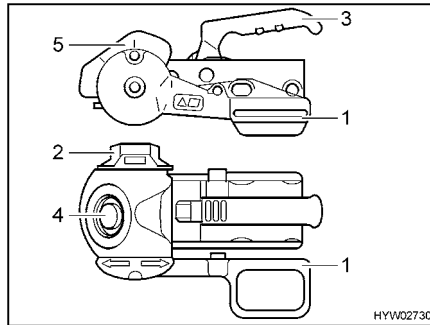

Fig. 3 Gancio di sicurezza AKS 1300
- Portare la leva di stabilizzazione (Fig. 3,1) nella posizione più alta.
- Ruotare la manovella (Fig. 3,2) in senso antiorario fino all'arresto in posizione aperta.
- Tirare la maniglia del gancio (Fig. 3,3) verso l'alto.
- Eseguire un controllo a vista: Il cilindro verde dell'indicazione di sicurezza (Fig. 3,4) deve essere ben visibile.
- Premere in basso la leva di stabilizzazione finché il contrassegno della leva di stabilizzazione e quello del relativo alloggiamento (Fig. 3,5) non coincidono.